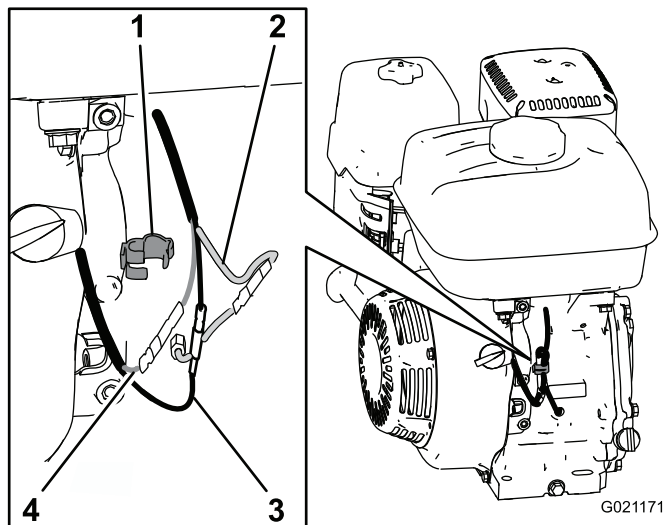

Figura 6
1. Abra el clip que está montado en el motor para tener acceso a los cables (Figura 6).
2. Desconecte el cable negro del interruptor del motor del cable negro del motor (Figura 6).